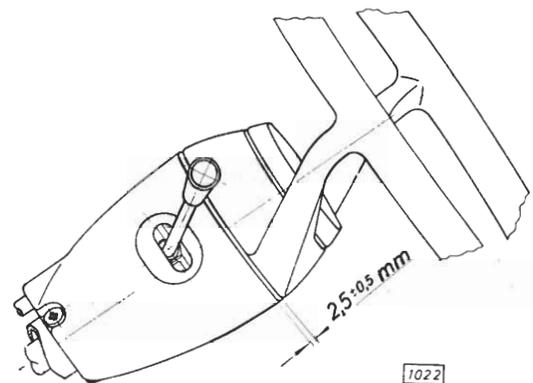

Bild 27 - Abstand zwischen Lenkradnabe und Lenkstützrohrverkleidung
7. Abstand zwischen Lenkradnabe und Lenkstützrohrverkleidung prüfen. Der Abstand soll $2,5 \pm 0,5 \text{ mm}$ betragen (Bild 27). Festlegung dieses Abstandes siehe innerhalb des Arbeitsvorganges „Lenkung aus- und einbauen“ in dieser Gruppe.